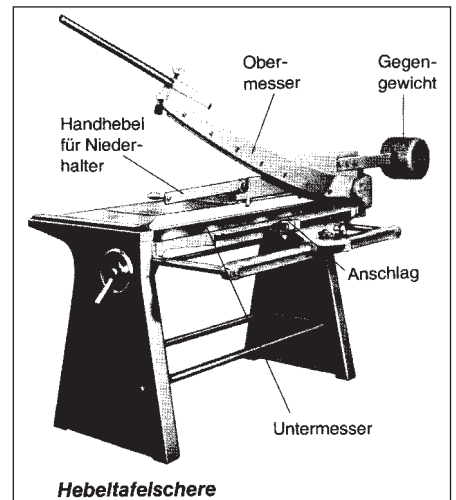

Bild 14
- eine Hebel tafelschere (Bild 14),